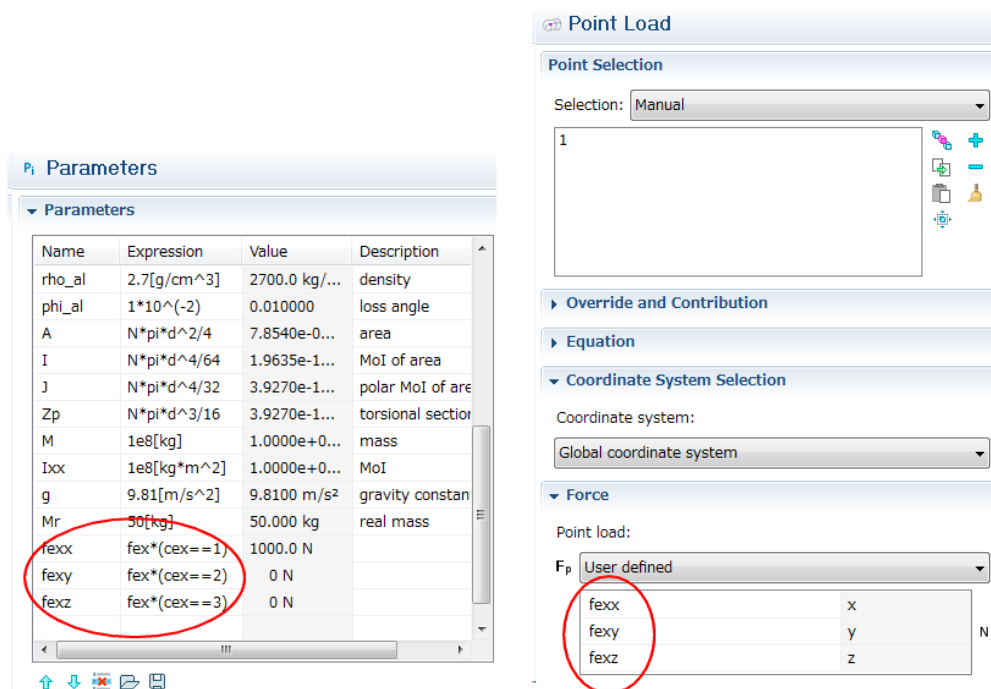

Fig.3 強制振動の設定
- (5) Section Orientation において orientation vector を選択し、(0,1,0)をローカルな y 軸に設定する。
- (6) Point Mass を追加しヒートリンク両端に質量 M(~1e8)および集中慣性モーメント  $I_{xx}$ ,  $I_{yy}$ ,  $I_{zz}$  (~1e8)を設定する。
- (7) Point Load を追加し端点 1 に強制振動を加える。強制振動を加える方向を選択するパラメータ cex を作成し、cex=1, 2, 3 の時にそれぞれ x, y, z に強制振動が加わるよう数式を入力する(Fig.3)。